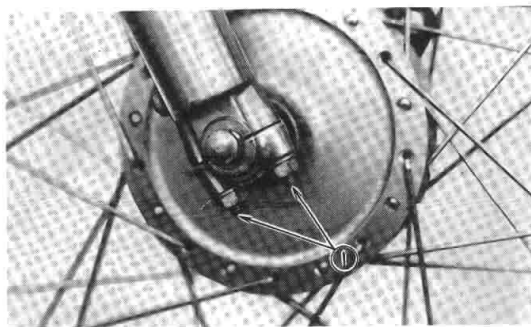

Fig. 5-2-5
7. Loosen the two axle holder nuts, at the bottom of the right-hand fork leg. (Fig. 5-2-5)
7. Desserrez les deux écrous du collier d'axe, en bas du bras de fourche droit. (Fig. 5-2-5)